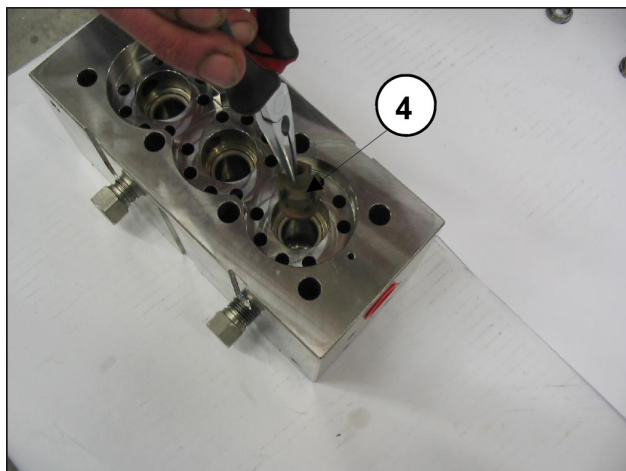
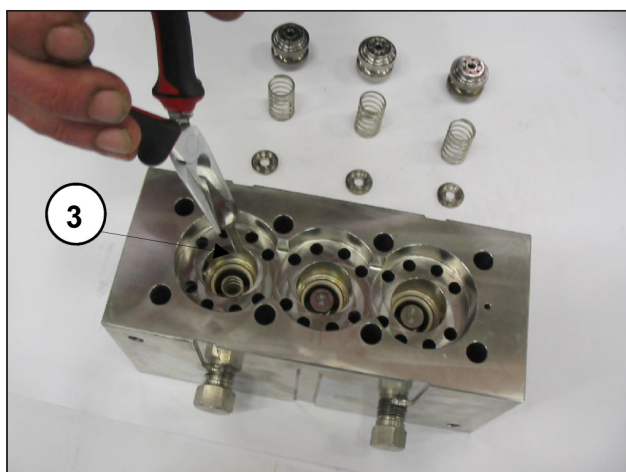

Fig. 26
Fig. 27
- Estrarre i piattelli di mandata ③ e le rispettive guide ④ con relative molle, come indicato in Fig. 26 e Fig. 27, controllare il loro stato di usura ed eseguire se necessario eventuali sostituzioni, e comunque negli intervalli indicati nella tabella "MANUTENZIONE PREVENTIVA" di capitolo 11 del **Manuale uso e manutenzione**.